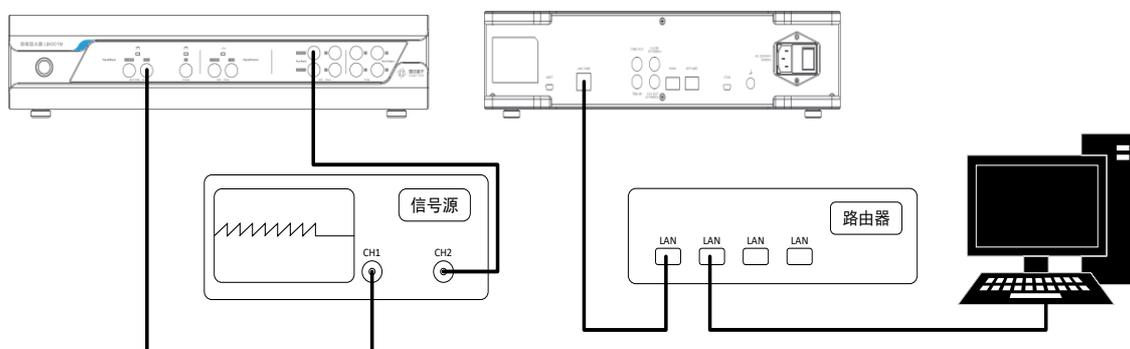

图 5.1.1-1 实验设备连线示意图
- 4、用 2 根 BNC 同轴电缆将信号源的 2 路输出连接至锁相放大器的 Signal In 的 V+端和 Ref1 端，详细的设备连线参见图 5.1.1-1。